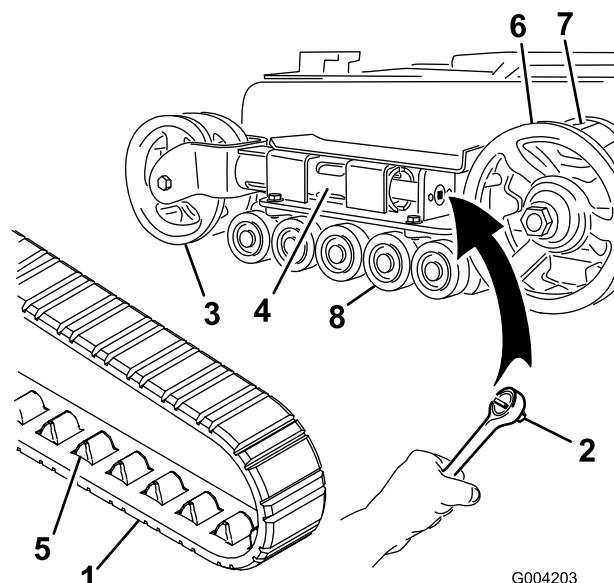

Bild 43
4. Drehen Sie die Spannschraube mit einem Sechskantschlüssel (1/2 Zoll) (Bild 43) nach links, bis der Abstand zwischen der Spannmutter und der Rückseite des Spannungsrohrs 7 cm beträgt (Bild 41).
- Lösen Sie die Antriebsspannung mit einem Sechskantschlüssel (1/2 Zoll), indem Sie die Spannschraube nach rechts drehen (Bild 42 und Bild 43).
- Drücken Sie das Spannrad zur Rückseite der Maschine, um den Abzweigschlauch gegen den Rahmen zu bewegen (Bild 43). (Wenn es den Rahmen nicht berührt, drehen Sie die Spannschraube so lange, bis es funktioniert.)
- Wenn Sie die Kette vom Spannrad entfernt haben, entfernen Sie sie auch vom Antriebsrad und den Straßenrädern (Bild 43).
- Legen Sie die neue Kette, beginnend beim Antriebwirbel, um den Wirbel und stellen Sie sicher, dass die Stollen an der Kette zwischen die Distanzstücke auf dem Wirbel passen (Bild 43).
- Drücken Sie die Kette unter und zwischen die Straßenräder (Bild 43).